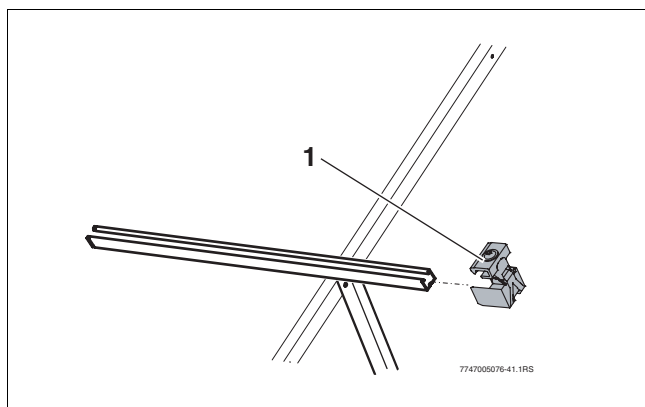

Fig. 61 Insérer le tendeur simple à droite
- Glisser le tendeur simple (fig. 61, [1]) à l'extrémité droite dans les rails profilés FD/ÜD jusqu'à ce qu'il s'enclenche dans le premier trou long du rail profilé.